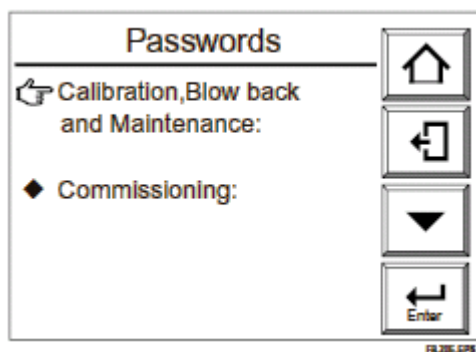

图 8.20 密码显示
- (1) 在基本面板显示上按“设置”键显示执行/设置显示。
- (2) 在执行/设置显示上选择“设置”，接着出现显示“命令”（设置）显示。
- (3) 选择“其它设置”，然后选择密码，显示如图 8.20 所示的密码显示。
- (4) 选择“校正，反吹和维护”以分别为校正、反吹和维护设置密码。
- (5) 接着出现“文本输入”显示。输入 8 个字符作为密码。
- (6) 同样的方法，为设置设置密码参考步骤 1—5。
- (7) 记录密码，恰当管理。